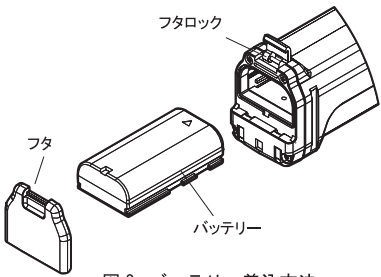

図 2. バッテリー差込方法
④使用方法
- 図 2 のようにフタロックを外してフタを取り、満充電されたバッテリーをライト本体に差し込み、再びフタをしてください。